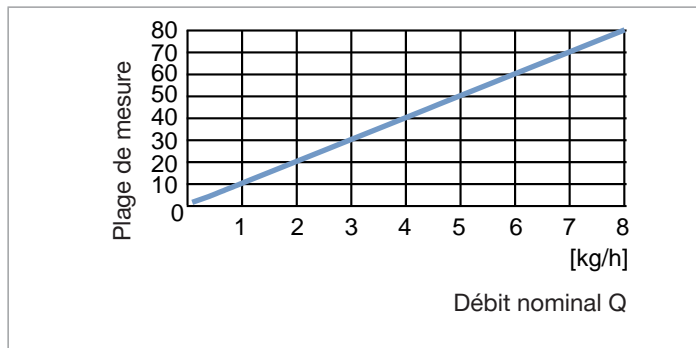

Fig. 8: MFC : Plage de mesure en fonction du débit nominal
• Plage de mesure maximum	• 1:80 La plage de mesure se définit comme le rapport entre $Q_{nominal}$ du produit et Q_{min} . $Q_{min} = 0,1 \text{ kg/h}$. Se reporter à la Fig. 8.